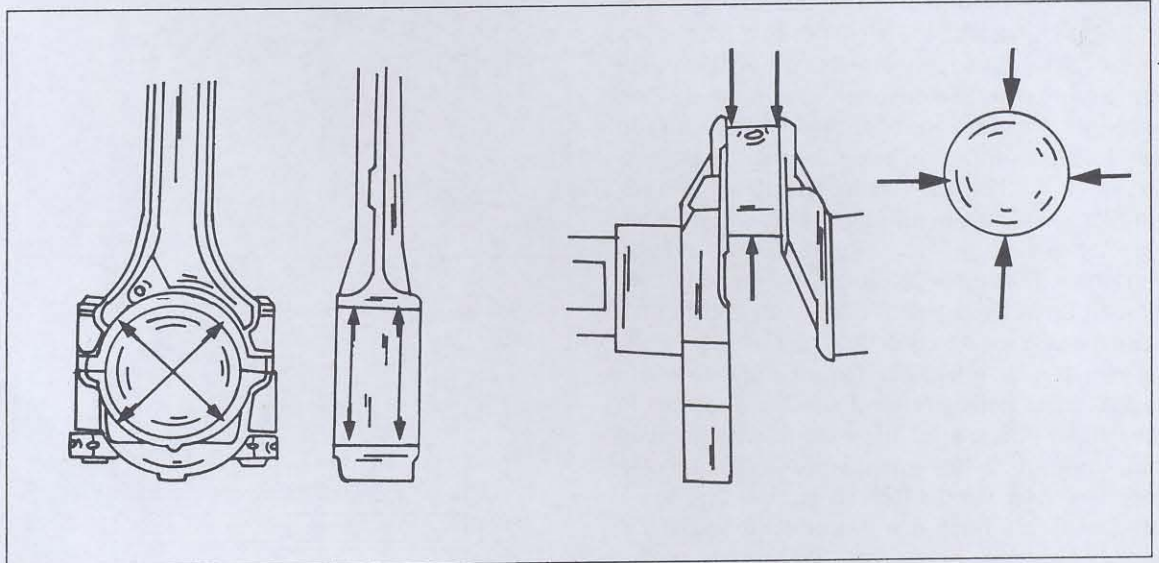

Bild 85
tuellen Verschleiss festzustellen. Beim Ausmessen der Pleuelzapfen und der Innendurchmesser der Lagerschalen unter Bezug auf Bild 85 folgendermassen vorgehen:
- Die Lagerschalen in die entsprechende Pleuelstange einlegen und die Deckel aufschrauben. Deckel mit dem vorgeschriebenen Anzugsdrehmoment anziehen. Mit einer Innenmessuhr die Lagerschalen an der in Bild 85 gezeigten Stelle ausmessen (linke Ansicht). Die Werte aller vier Messungen aufschreiben.
- Mit einem Aussenmikrometer den dazugehörigen Pleuelzapfen ausmessen, wie es in Bild 85 auf der rechten Seite gezeigt ist. Wiederum die Messungsergebnisse aufschreiben. Die Verschleissgrenze der Pleuellagerdurchmesser und des aus den obigen Messungen erhaltenen La-